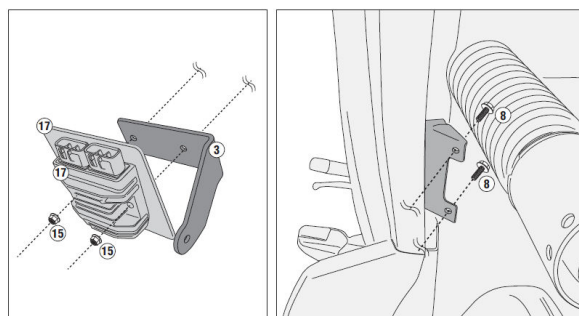
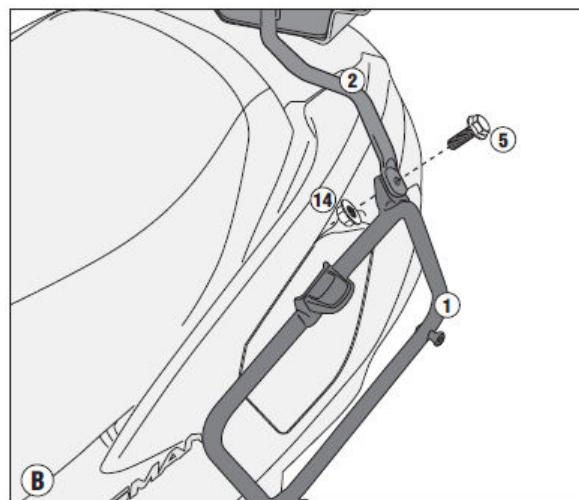

図 2
図 3
- ※ この手順 3 の段階では、⑩サポートと②リアブリッジは必ず仮組みとしてください。早計に本締めすると以降の作業に支障をきたす原因となります。また、以降の SR3104/MM の組み付けは、PL3104 の作業完了後（⑩サポート本締め後）としてください。
4. 図 2 を参考に、純正サイドカウル（左）の内側（左側リアサスペンション付近）を下から覗いた位置にある純正ボルト（2ヶ）を外し、⑰純正レクチファイヤを一旦車体から取り外します。
- ※ この時、⑰純正レクチファイヤの接続ハーネスを外す必要はありません。
5. 図 2 を参考に、⑧フランジ付き六角ボルトと⑮ナイロンロックナットを使用して、③サポートと⑰純正レクチファイヤを車体に仮組みします。
- ※ この手順 5 の段階では、③サポートと⑰純正レクチファイヤは必ず仮組みとしてください。早計に本締めすると、以降の作業に支障をきたす原因となります。
6. 図 3 を参考に、⑥フランジ付き六角ボルトと⑭フランジ付きナイロンロックナットを使用して、①パニアホルダー（左）を②リアブリッジに仮組みします。